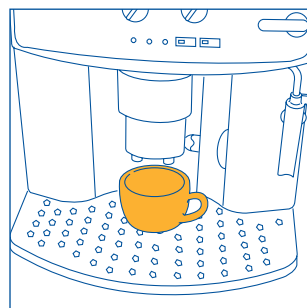
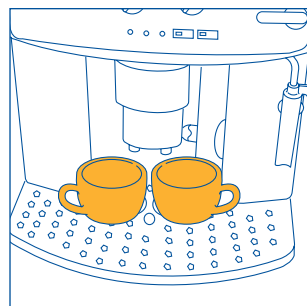
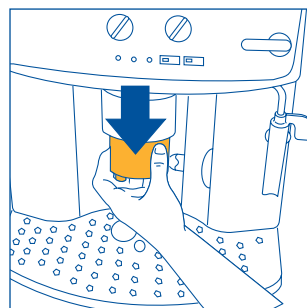

Fig. 9
Fig. 10
Fig. 11
- 4) Mettez sous les buses de sortie une tasse si vous désirez 1 café (fig. 9) ou 2 tasses pour 2 cafés (fig. 10). Pour obtenir une meilleure crème, approchez la buse sortie café le plus possible des tasses en la baissant (fig. 11).